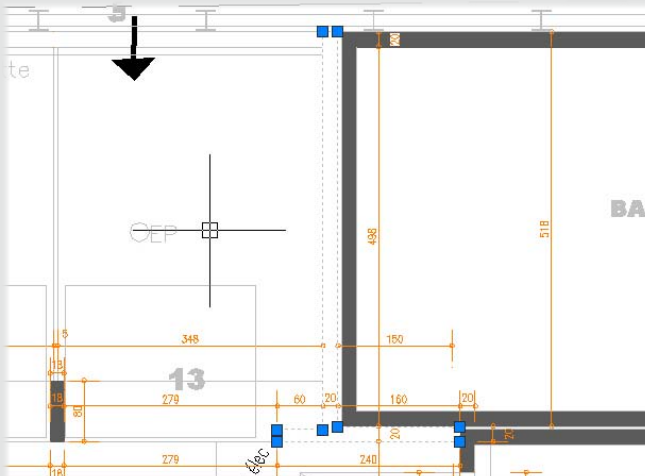

Figure 5
1. Soit le plan des parkings au sous-sol (voir Figure 5). Commençons par dessiner avec l'outil Polyligne les contours du mur. Nous verrons pourquoi cet outil est préféré à l'outil Ligne.